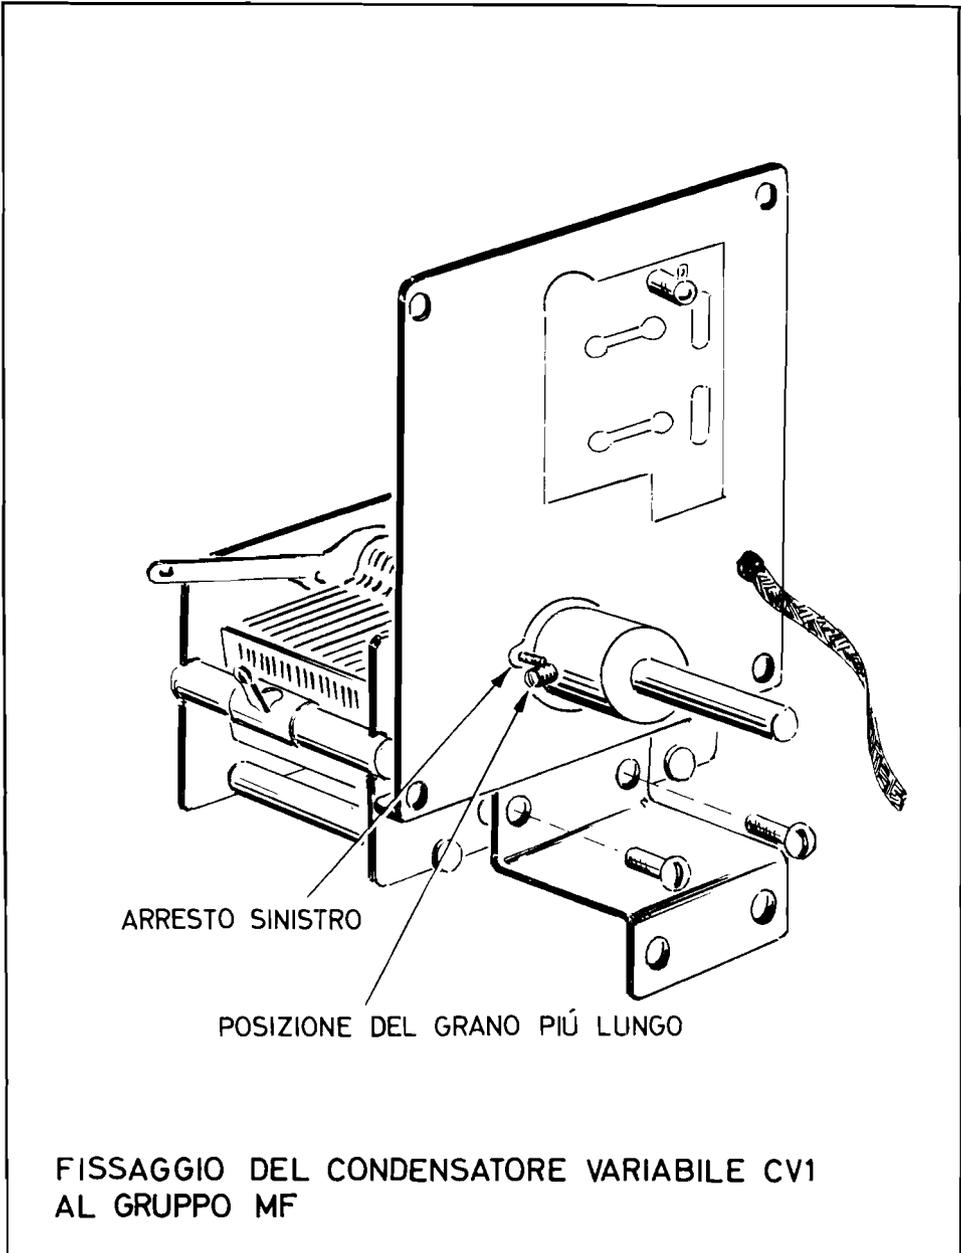

Fig. 12
La prima operazione che deve eseguire è il montaggio del condensatore variabile sul gruppo MF; proceda quindi a questa operazione attenendosi alle istruzioni che seguono e facendo riferimento alla *fig. 12:*
b) Ruoti completamente a destra il perno del gruppo MF sino a che il grano più lungo venga a contatto con l'arresto di sinistra (*fig. 12*).
— e) Mediante due viti da 4×6 mm fissi il condensatore variabile CV1 alla squadretta, come indicato sempre nella *fig. 12*.